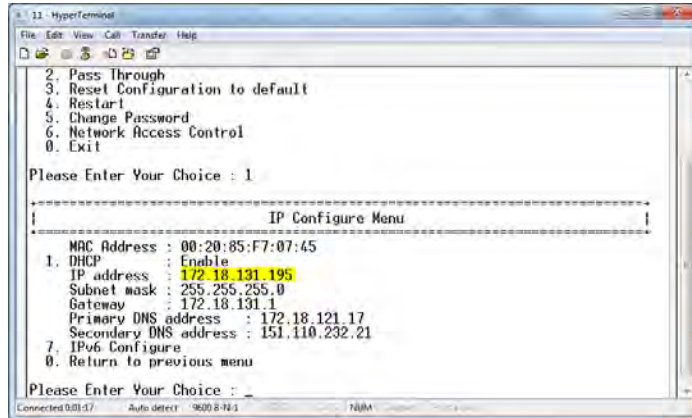

图 5-20 超级终端配置界面及 IP 显示
2. 在超级终端界面输入密码“password”+ 回车键，进入配置界面，输入 1+ 回车键，监控模块返回 IP 地址显示在超级终端界面上，如图 5-20 所示。